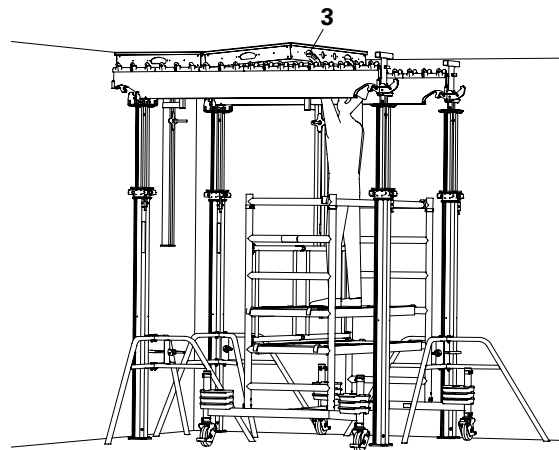

Fig. A4.07
3. Instalar os dois painéis adicionais. (Fig. A4.07)